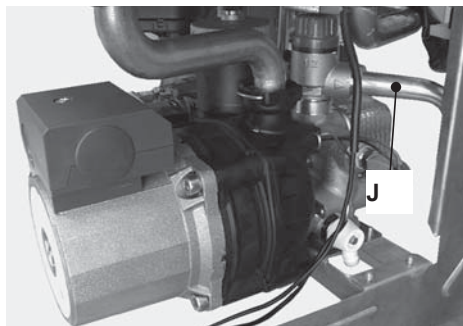

рисунок 5.4
- Присоедините трубку J (рисунок 5.4) к предохранительному клапану и системе слива.